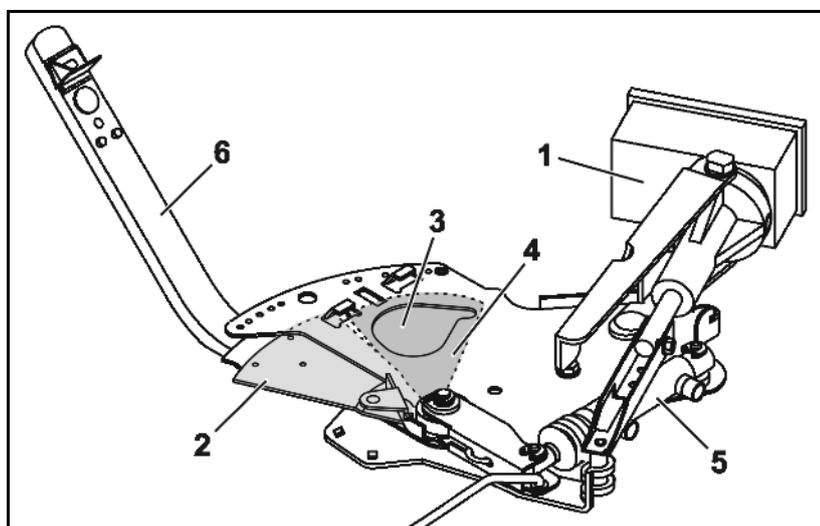

Fig. 22
- electrónicamente con el terminal de mando / ordenador de a bordo. Los servomotores (Fig. 22/1) accionan las correderas de dosificación (Fig. 22/2) y éstas a su vez dejan libres diferentes anchuras de abertura en las aberturas de paso (Fig. 22/3).
- de forma manual a través de la palanca de maniobra (Fig. 22/6) ajustando las diferentes anchuras de abertura en las aberturas de paso (Fig. 22/4). La posición de la corredera requerida en cada caso se obtiene según las indicaciones de la **tabla de dispersión** o mediante el **disco de cálculo**.
Las correderas de cierre (Fig. 22/4) sirven para abrir y cerrar las aberturas de paso y, según el equipamiento, pueden accionarse individualmente de forma hidráulica (Fig. 22/5) mediante